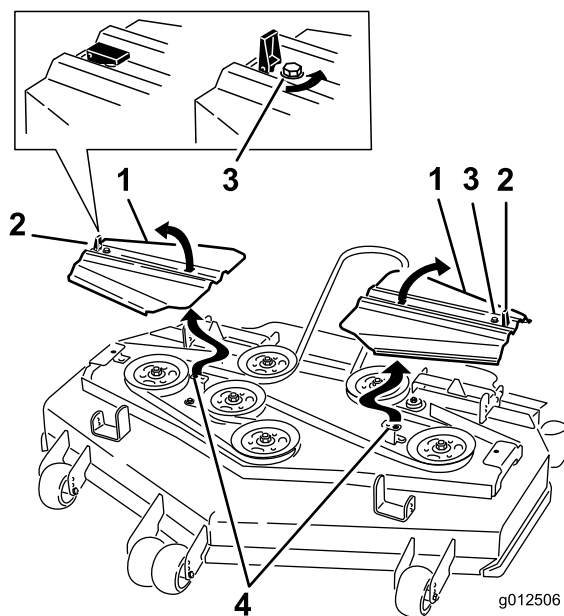

Figura 65
- Montate i copricinghia inserendo le linguette nelle fessure. Montate il coperchio e chiudete i fermi (Figura 65).